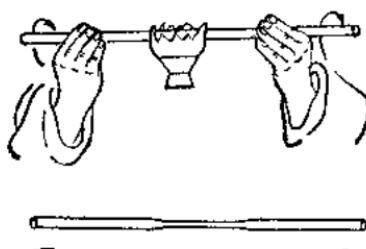

图 3
2. 把玻璃管拉细，抽成尖嘴。办法是用两手握住玻璃管的两端，手心相对，同时把两肘搁在桌面上。当玻璃管在酒精灯焰（最好套上如图2所示的金属片弯成的扩焰器）里加热时，两手要不停地以同一速度转动玻璃管（图3），使受热的一段（约40~50毫米）变红。等受热一段玻璃管软到稍显凹形时，就把玻璃管移离火焰，但两肘在原处不动，以保证两手平稳动作，那